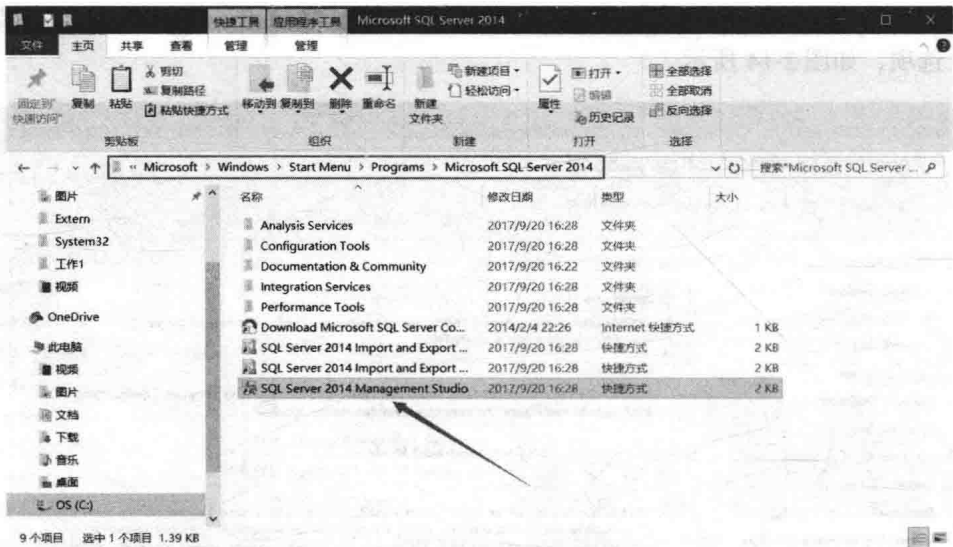
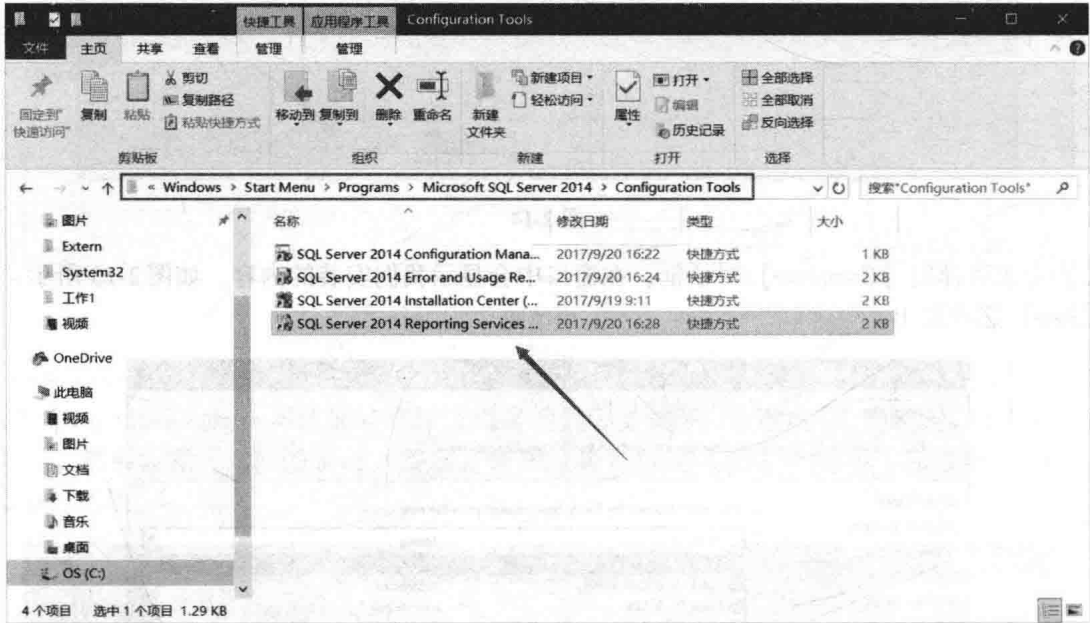

图 2-16
图 2-17
(11) 安装完成后, 从文件夹或者从开始菜单中发送快捷方式到桌面, 如图 2-16 和图 2-17 所示。